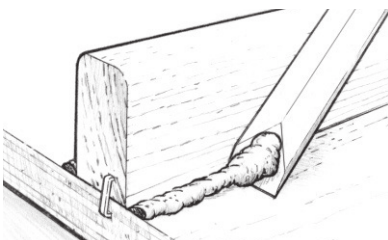

Figura 12 Retire o modele el exceso de epóxico que se exprime fuera de las juntas.
4. Remueva o modele el exceso de adhesivo que se exprime fuera de la junta tan pronto como la junta se asegura con abrazaderas. Una varilla mezcladora 804 es una herramienta ideal para eliminar el exceso (Figura 12). Deje curar completamente antes de remover la sujeción.